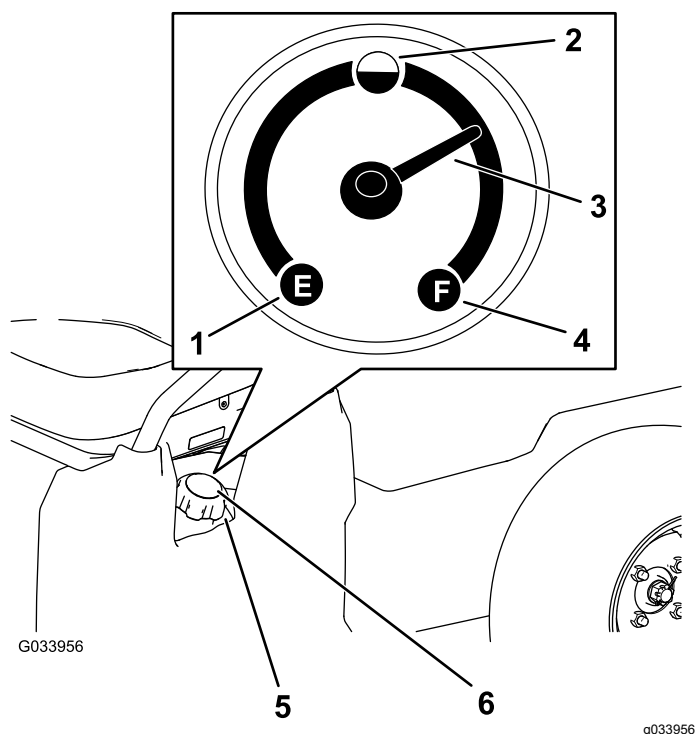

Figure 13
5. Nettoyez la surface autour du bouchon du réservoir de carburant (Figure 13).